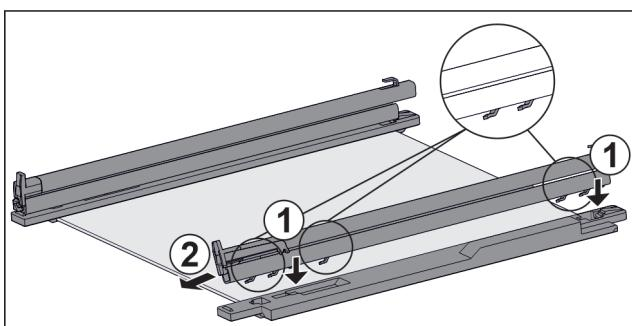

Fig. 57 Скляна пластина з рейками та деталями для підтримки
- Одягти гаки рейки на отвори **лівої** деталі для підтримки. Fig. 57 (1)
- Потягніть рейку вперед. Fig. 57 (2)
- Одягти гаки рейки на отвори **правої** деталі для підтримки. Fig. 57 (1)